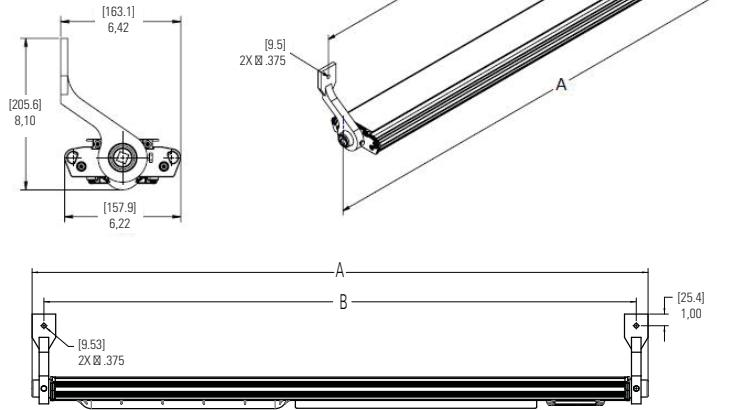

Imagen 1. Instalación del montaje lateral DP1052MTK
- Marque y taladre para sujetar los soportes finales. Use dos (2) pernos de 1/4" (no incluidos) en las medidas de centro a centro (ver Imagen 1).
- El dispositivo ahora está listo para su montaje. Se recomienda encarecidamente que use a dos (2) personas especializadas calificadas para proceder con el montaje final del dispositivo. Se recomienda esto para evitar cualquier lesión personal o daño al dispositivo.